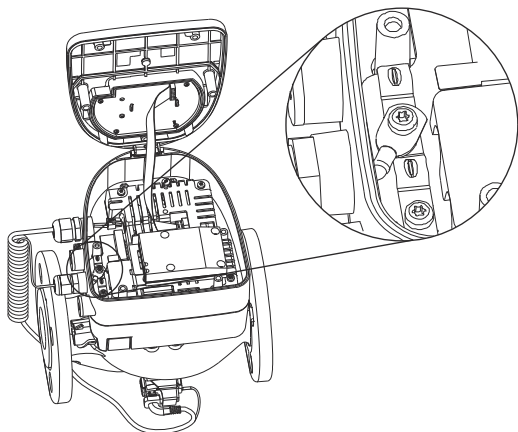

Рис. 11 MAGNA3 с дополнительным СИМ-модулем
- С дополнительным СИМ-модулем. Прикрепите второй конец эквипотенциального провода к кабельному кронштейну для экранированных кабелей в блоке управления. См. рис. 11.